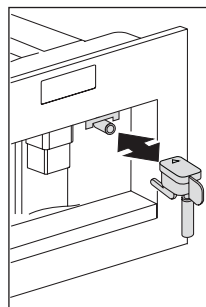

Fig. 13
- ▶ Assicurarsi che l'erogatore acqua sia agganciato all'ugello (Fig. 13).